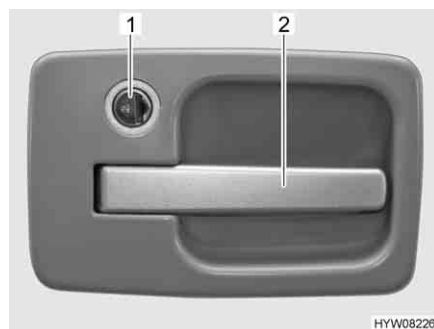

Fig. 29 Cerradura de la puerta de entrada, en el exterior
- Introducir la llave en el cilindro de cierre (Fig. 29,1) y girarla al símbolo "U". La cerradura de la puerta está desbloqueada.
- Tirar del tirador de la puerta (Fig. 29,2). La puerta está abierta.
- Introducir la llave en el cilindro de cierre (Fig. 29,1) y girarla al símbolo "🔒". La cerradura de la puerta está bloqueada.